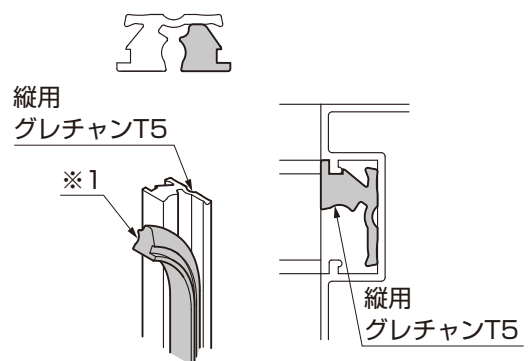

図6-5 縦用グレチャンのはめ込み
- ①縦用グレチャンT5を図6-5を参考に裂き、格子下段にはめ込んでください。(図6-5参照)
- ※1は縦長格子パネルはめ込み後に使用します。(図6-5参照)